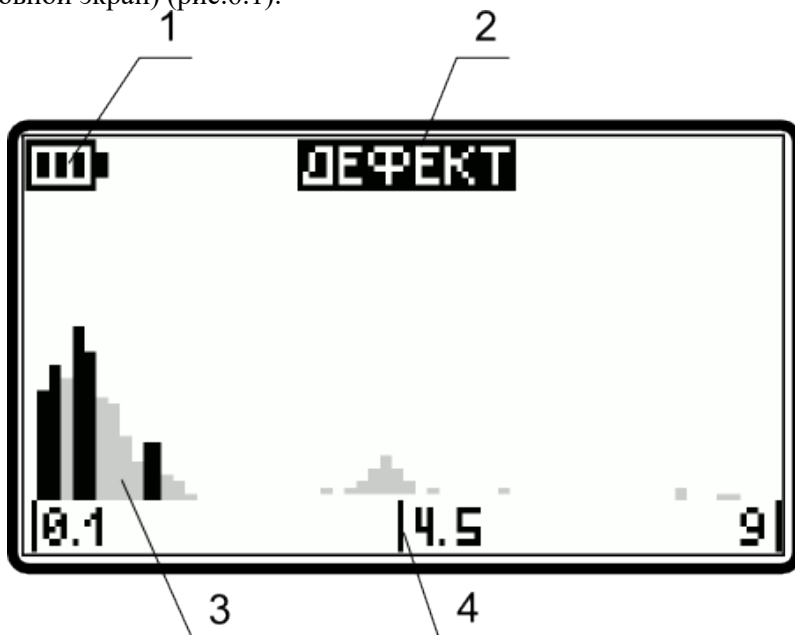

Рис.6.1 Экран дефектоскопа
6.2.1 Для включения дефектоскопа нажать и удерживать кнопку  до появления основного экрана дефектоскопа (далее по тексту — основной экран) (рис.6.1).